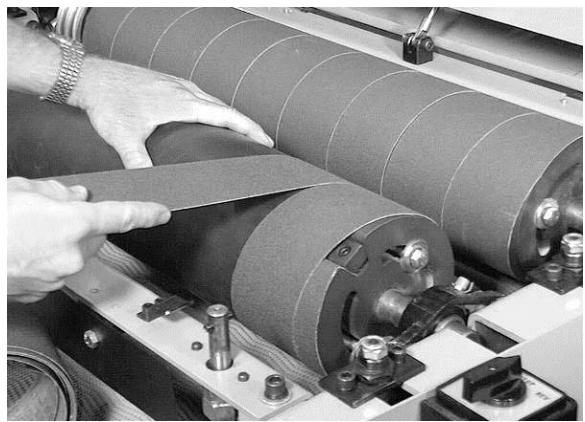

Figure 11
6. Commencez à envelopper la bande autour du tambour, tout en la maintenant à mesure que vous progressez. la coupe effilée de la bande doit suivre l'extrémité droite du tambour. continuez à envelopper la bande abrasive en spirale dans le sens horaire en faisant pivoter le tambour de votre main gauche et en guidant la bande de votre main droite (Fig. 11). les bobinages successifs de la bande doivent être dans l'alignement des bobinages précédents sans aucun débordement.